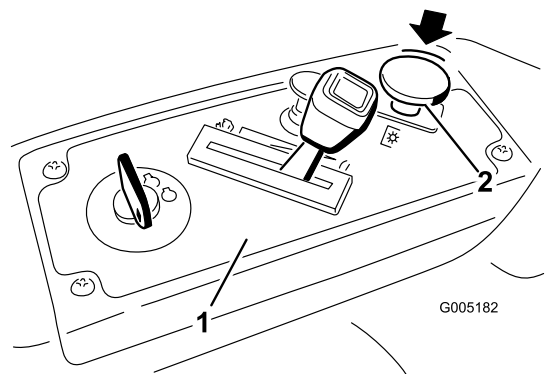

**Figura 11**
- Tire del mando de control de las cuchillas para engranar las cuchillas (Figura 11).